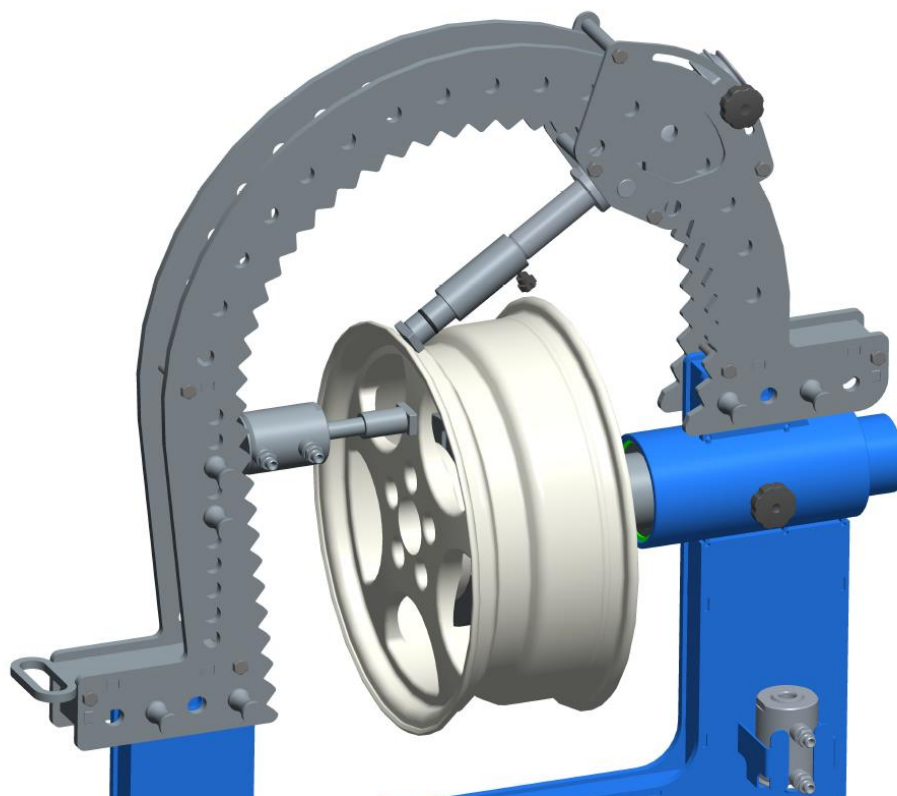

Рисунок 8. Правка спицы диска.
7.7. Для правки спицы колеса поджать упором деформированную спицу диска, и нажать на борт посадочной полки диска, насадкой вставленной через удлинитель в гидроцилиндр D60 или D50, либо поджать борт посадочной полки диска гидроцилиндром D50, и нажать на спицу гидроцилиндром D60, см. рисунок 8. Приведённые примеры не являются единственно возможными, можно варьировать все доступные приспособления в различных комбинациях